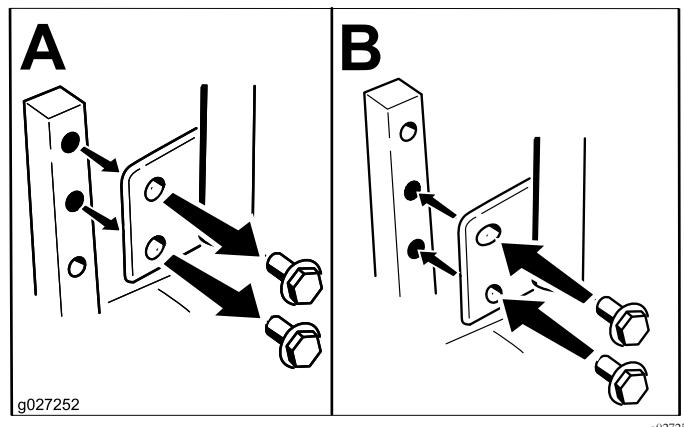

Figure 12
Vous pouvez régler la hauteur des leviers de commande de déplacement de manière à obtenir un confort maximum (Figure 12).
- Desserrez le boulon inférieur jusqu'à ce qu'il soit possible de pivoter le levier de commande en avant ou en arrière (Figure 12).